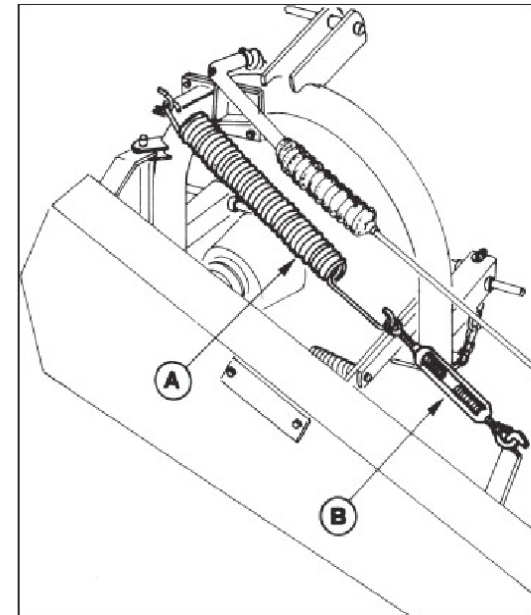

FIG. 4.9
Il peso della barra falciante che grava sul terreno viene ammortizzato dalla molla (A) (Fig. 4.9) la cui tensione viene regolata dal tenditore (B). Questo dispositivo è presente anche nelle barre falcianti con sollevamento idraulico.
The weight of sickle bar mower on ground is absorbed by compensation spring "A", (Fig. 4.9) whose stretch can be adjusted by turnbuckle "B". This feature is also mounted on units with hydraulic lift.
El peso de la barra de corte que grava sobre el terreno es amortiguado por el resorte (A) (Fig. 4.9), cuya tensión es regulada por el tensor (B).
Le poids de la barre de coupe qui pèse sur le terrain est amorti par le ressort (A) (Fig. 4.9) dont la tension est réglé par le tendeur (B). Ce dispositif se trouve aussi sur les barres de coupe avec levage hydraulique.